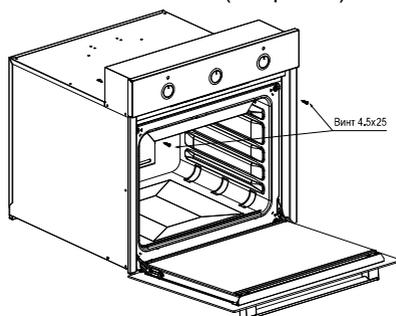

рис. 4
- Для устранения возможности случайного перемещения, электрошкаф крепится к мебели двумя винтами с потайной головкой (см. рис. 4).